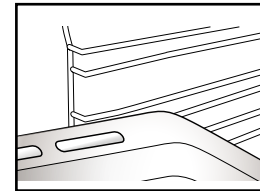

Fig. 2
2. Andere accessoires, zoals de opvangbak en de bakplaat, worden op dezelfde wijze als het rooster in de oven geschoven (Fig. 2).